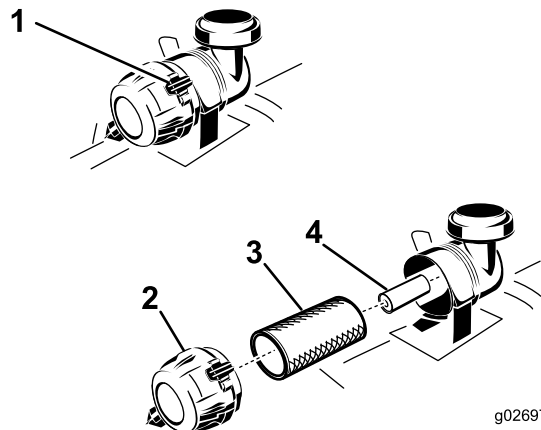

Figure 49
4. Ouvrez les attaches du filtre à air et détachez le couvercle du boîtier du filtre (Figure 49).
- Sortez le préfiltre du boîtier du filtre avec précaution (Figure 49).
- Si vous remplacez l'élément interne, insérez-le avec précaution dans le boîtier du filtre (Figure 49).
- Glissez ensuite le préfiltre sur l'élément de sécurité avec précaution (Figure 49).
- Montez le couvercle, reniflard en bas, et tournez-le pour que les attaches verrouillent le couvercle en place (Figure 49).